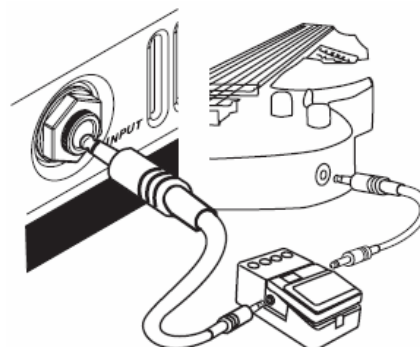

Рис. 4
3) Если вы используете компактный процессор эффектов, подключите его в цепочку между усилителем и гитарой. Используйте экранированный кабель (рис. 4).